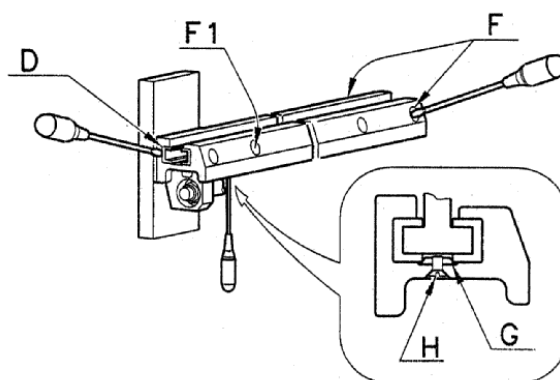

Abb.08
b) Bauen Sie die Gleitstücke (siehe **Abb.08**) aus. Das heißt: Entfernen Sie die Schraube **H** und die Beilagscheibe **G** für die Gleitstücke die sich in Position **F1** befinden, danach greifen Sie über die Sprossen ein, für beide Positionen (**F** und **F1**). Das Gleitstück befindet sich in der Richtung der Gabelzinke (pos.**D**). Dieses baut man mit Hilfe eines Schraubenziehers aus.